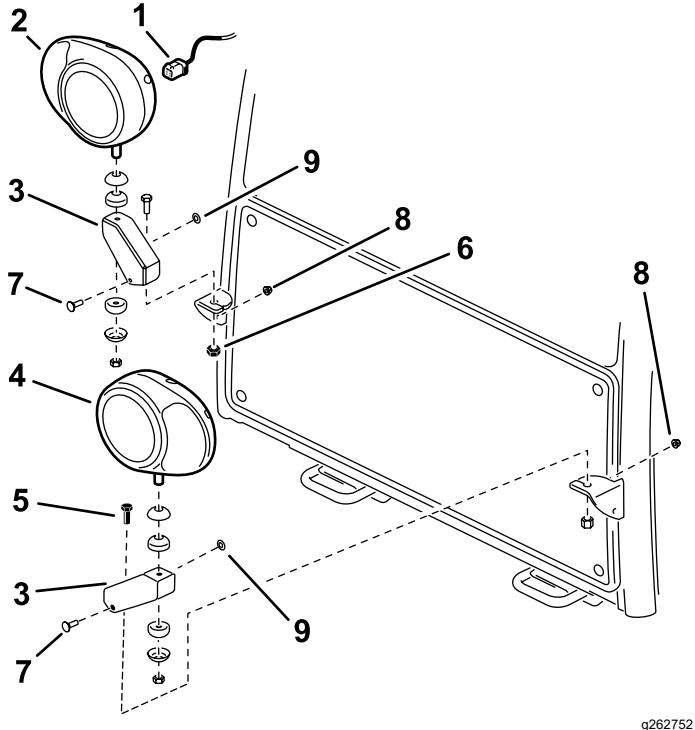

Figura 9
1. Assicurate le staffe dei fari alle staffe presenti nella parte anteriore della cabina con delle viti ( $\frac{1}{2}'' \times 1''$ ) e dei dadi di bloccaggio ( $\frac{1}{2}''$ ). Collocate le staffe come illustrato nella Figura 9.
2. Installate l'anello passacavi in gomma nel foro su ogni staffa del faro (Figura 9).
4. Assicurate i gruppi faro destro e sinistro alle relative staffe (Figura 9) con gli elementi di fissaggio forniti con le luci. Accertatevi che il vetro dell'indicatore di direzione del faro sia orientato verso l'esterno della macchina.
6. Disponete il cablaggio preassemblato dei fari sotto il bordo anteriore della piattaforma dell'operatore e collegatelo ai fari (Figura 9).